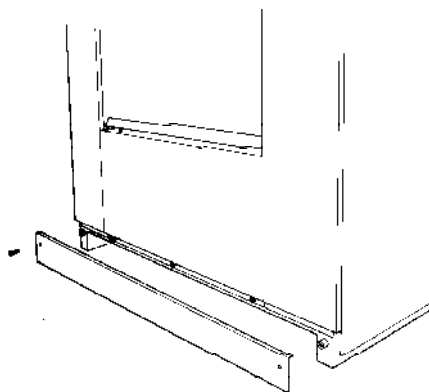

fig. 12
- Assemble the toe plate (**fig. 12**). This piece is shipped disassembled. The fixing screws are secured in the toe plate fixing brackets.
- Montar el zócalo frontal (**fig. 12**). Esta pieza se envía desmontada del resto de la máquina. Los tornillos de fijación están atornillados en los soportes de fijación del zócalo.
- Monter le socle frontal (**fig. 12**). Cette pièce est envoyée démontée du reste de la machine. Les vis de fixation sont vissés sur les supports de fixation du socle.
- Assemble the front toe plate (**fig. 12**). This piece is shipped disassembled. The fixing screws are secured in the toe plate fixing brackets.